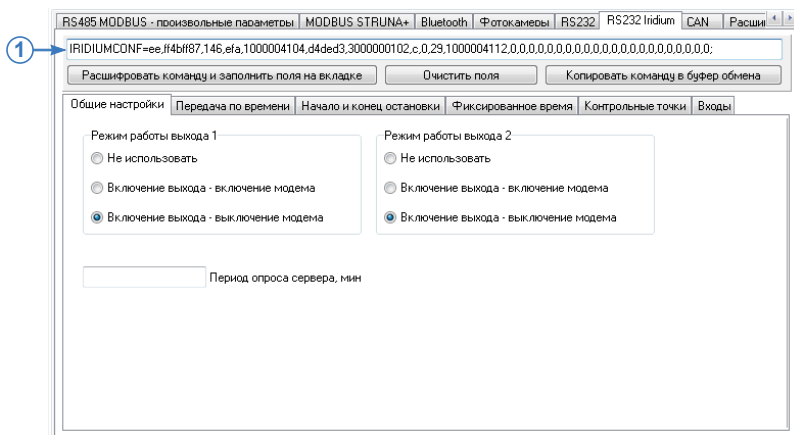

Рис.54. Команда удаленной настройки «IRIDIUMCONF».
Для удобства в программе «AG.GSMConf» предусмотрена автоматическая генерация команды для удаленной настройки – при установке параметров на вкладке «RS232 Iridium» в поле в верхней части вкладки формируется команда IRIDIUMCONF с выбранными значениями (Рис.54, п.1). Далее сформированная команда может быть отправлена прибору удаленно через сервер или посредством SMS. Для того чтобы скопировать команду, нужно нажать кнопку «Копировать команду в буфер обмена».
- все данные, полученные с шины CAN транспортного средства, к которой подключен проверяемый контроллер «АвтоГРАФ», будут выводиться в программе в ходе проверки (Рис.54, п.1). Также программа будет осуществлять индикацию параметров ТС по полученным данным (Рис.54, п.2). В зависимости от состояния считывания параметра, изменяется цвет и способ заливки круглого индикатора этого параметра: